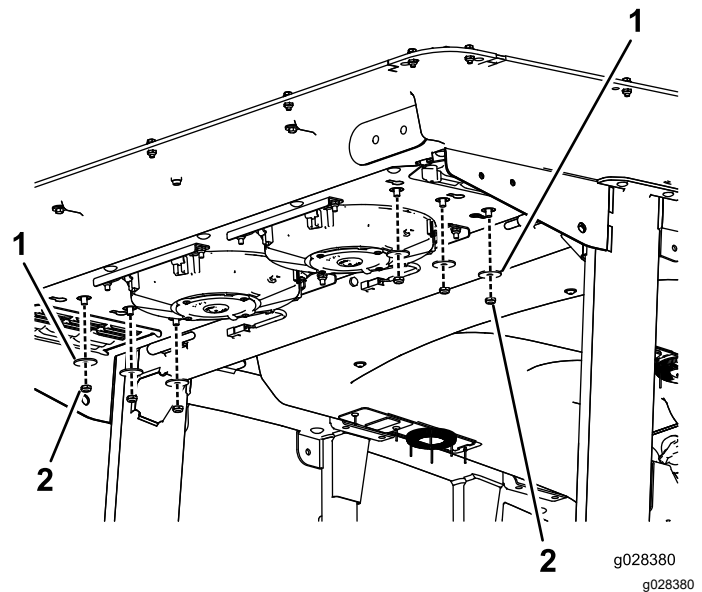

Bild 105
2. Entfernen Sie die sechs Schrauben und Muttern von der Unterseite des Kabinenhecks (Bild 105).